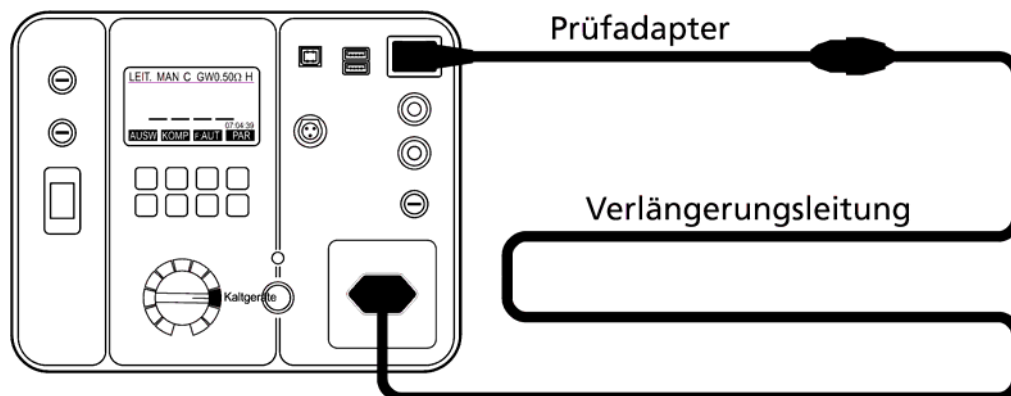
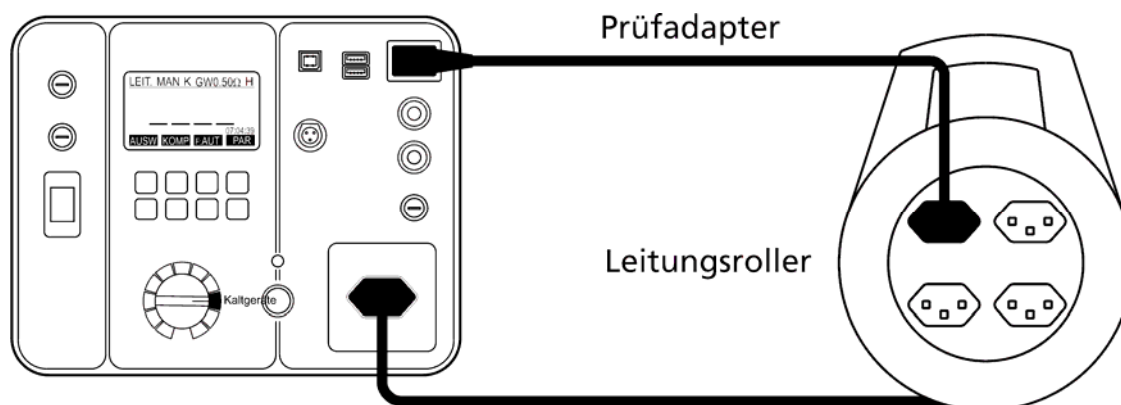

Abb. 34: Anschluss zur Prüfung von Verlängerungsleitungen
Abb. 35: Anschluss zur Prüfung von Leitungsrollern
Wenn Verlängerungsleitungen (siehe Abb. 34), Mehrfachsteckdosen oder Leitungsroller (siehe Abb. 35) geprüft werden, wird ein zusätzlicher Prüfadapter benötigt.
- Verbinden Sie die Verlängerungsleitung oder Leitungsroller mit dem Prüfadapter, wie es die Abbildung 34 oder 35 anzeigt. Verwenden Sie eine kompensierte Standard Kaltgeräteleitung als Prüfadapter um die Verlängerungsleitung oder Leitungsroller mit dem Kaltgeräte Prüfanschluss
- (14) des GT-650/GT-900 Gerätetesters zu verbinden.